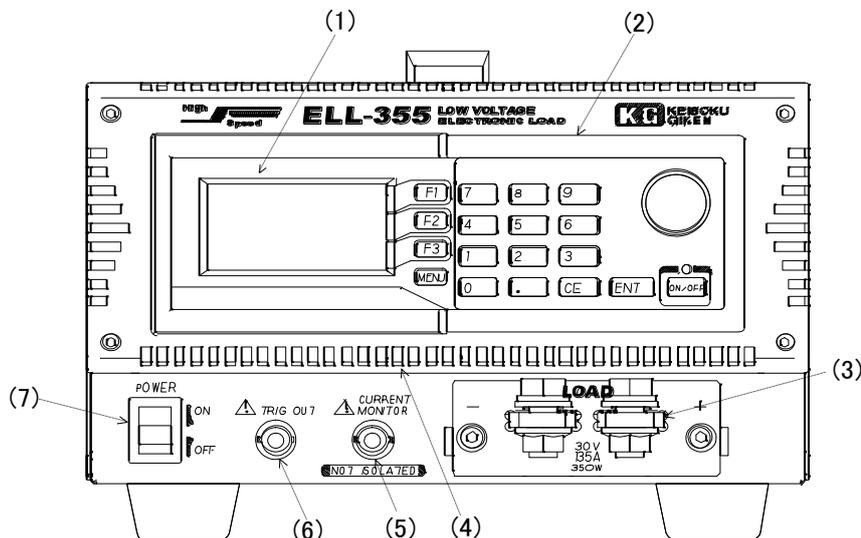

図 3-1-1 フロントパネル
- ・ INT 図 3-1-1 フロントパネルの(3) に接続された電圧信号を選択します